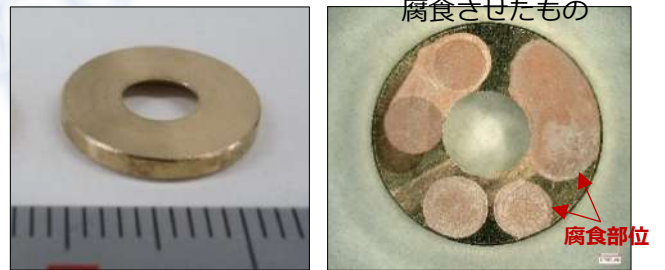

Fig.1 黄銅部品
■ **脱亜鉛腐食**は亜鉛を含む合金において、亜鉛が優先的に溶解してしまう局部腐食であり、黄銅等の銅製品に多くみられる現象です。今回、黄銅製品を塩化銅水溶液を用いて腐食させ、これによって生じた脱亜鉛現象部位について**表面観察と断面分析**を行いました。Fig.1は使用した黄銅部品とこれを腐食させたものの外観です。